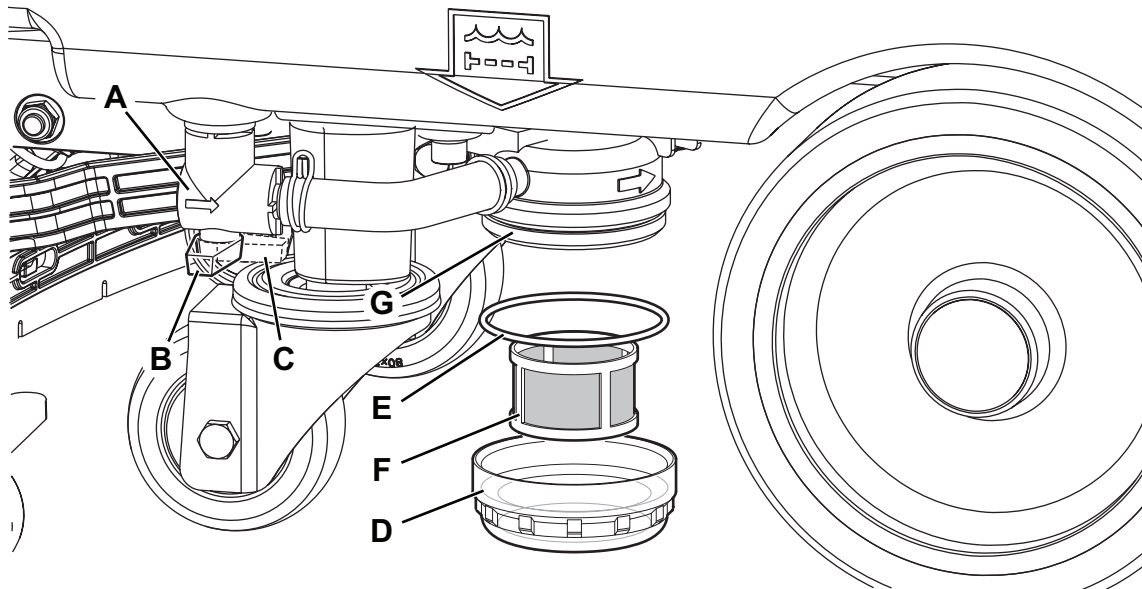

Abbildung 7
2. Sicherstellen, dass die Maschine ausgeschaltet ist und dass der Stecker des Versorgungskabels (4) vom Versorgungsnetz getrennt wurde.
3. Den Hahn der Reinigungslösung (A, Abb. 7) schließen. Der Hahn ist geschlossen, wenn er sich in der Stellung (B) befindet, und er ist geöffnet, wenn er in der Stellung (C) ist.
4. Den durchsichtigen Becher (D) abnehmen, Dichtung (E) beiseite legen und Siebfilter (F) entfernen. Mit Wasser waschen und abspülen, dann wieder sorgfältig am Filterhalter (G) befestigen.
5. Den Hahn (A) öffnen.